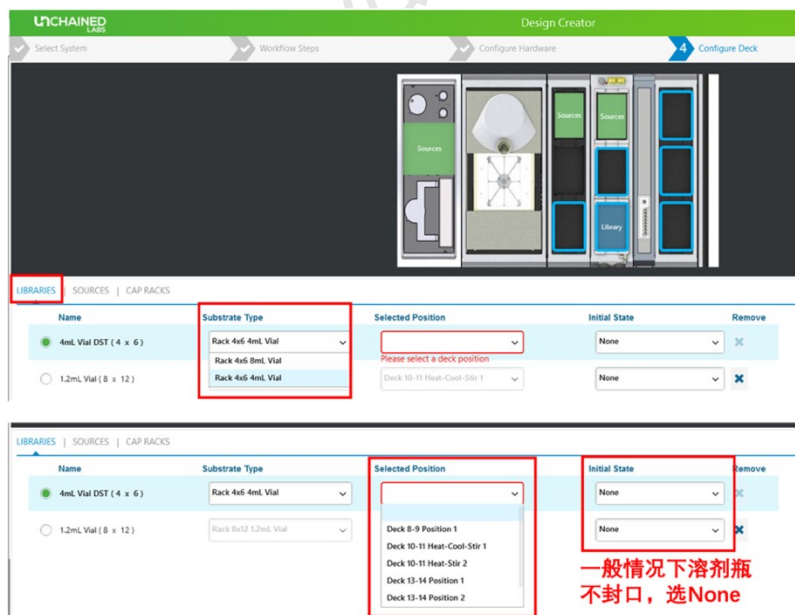

图 6-2-17
- i. **Libraries:** 确定 LS 软件中编辑过的 Libraries 在台面上的位置。如图 6-2-17, 首先确定 Substrate Type, 之后在 Selected Position 的下拉菜单中选择相应位置 (可选位置也会在台面布置途中由蓝框标出, 最终选定位置的会被蓝色选中)。选择台面位置时, 注意是否匹配后续的加热、搅拌等步骤。